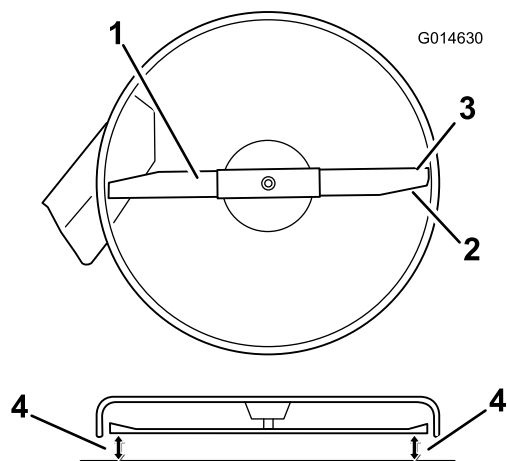

Figura 50
4. Girate con cautela le lame in modo che siano disposte tutte lateralmente (Figura 50).
5. Misurate la distanza tra i taglienti esterni e la superficie piana (Figura 50). Se entrambe le misure non rientrano nella tolleranza di 5 mm è necessario regolare; proseguite l'operazione.